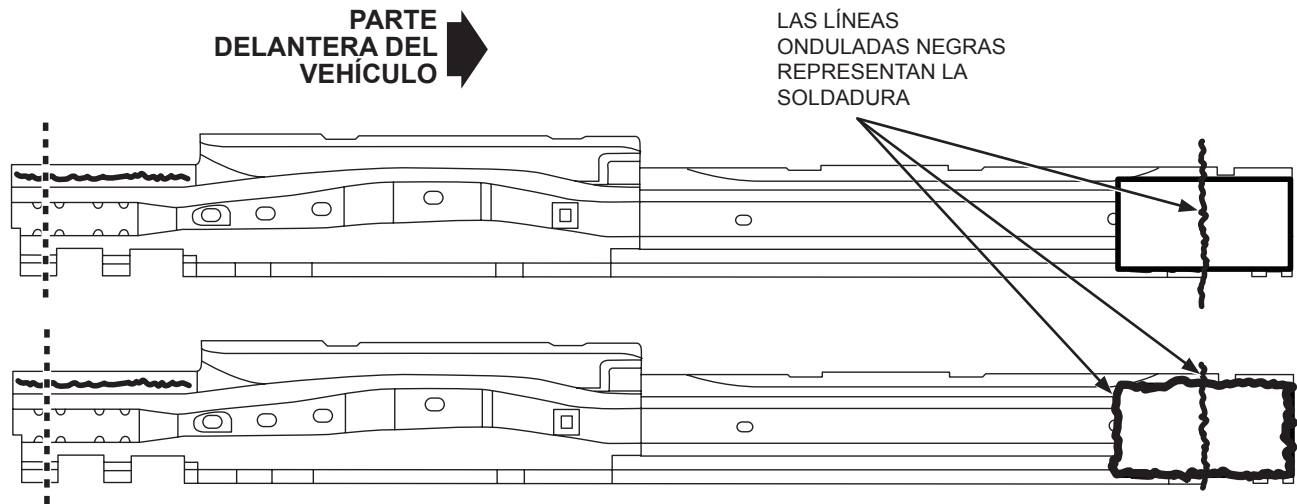

FIGURA 3
(Consulte la Figura 3).
- Realice el o los recortes previstos y, a continuación, realice un inserto de refuerzo de 9" de longitud. (Consulte la Figura 3).
- **Opción 2** - El inserto/refuerzo puede soldarse a la sección después de haberse realizado una soldadura a tope de las secciones cruzadas. Repase la soldadura a tope MIG y suelde el inserto/refuerzo completamente en su posición. (Consulte la Figura 3).